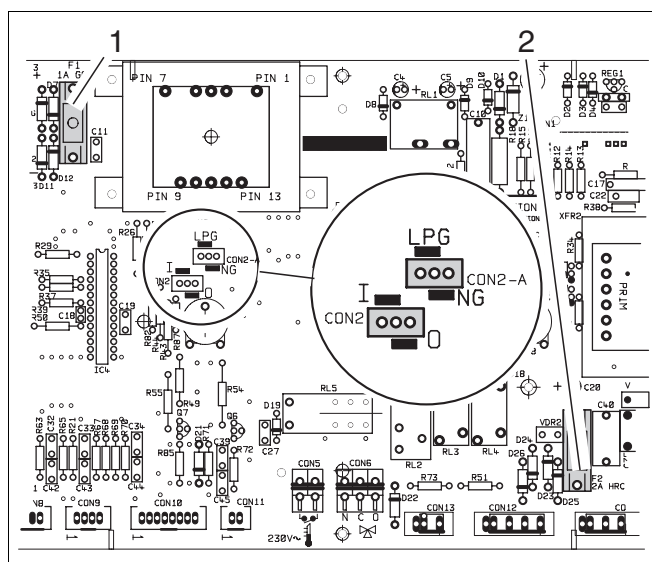

Abb. 19 Gasartumstellung SIT - Armatur
- Jumper (Abb. 19) umstecken:
- Stellung "NG"- Erdgas (Abb. 19).
- Stellung "LPG"- Flüssiggas (Abb. 19).
Legende für Abb. 19: Gasartumstellung SIT - Armatur
- Jumper (Abb. 19) verbleibt in Stellung "LPG".